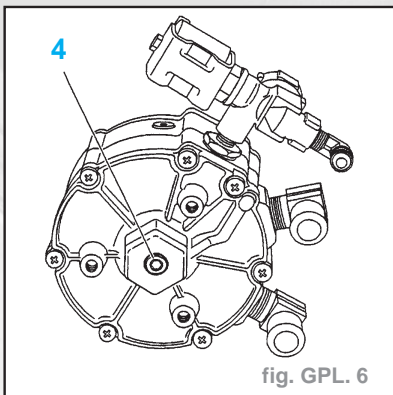

fig. GPL. 6
- Ajuster la valeur de la pression en agissant sur la vis (4) (si nécessaire) (fig. GPL. 6).